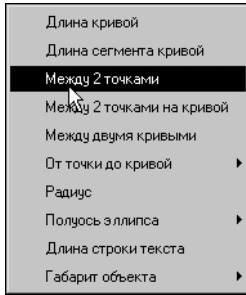

Рис. 29.4. Вызов команды Геометрического калькулятора
6. Вызовите команду **Между 2 точками** (рис. 29.4).